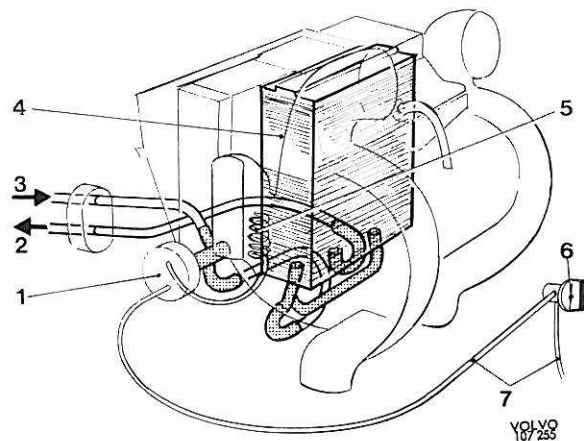

Figure 7. Circulation d'eau dans système combiné
L'emplacement du groupe cellulaire et de la valve de contrôle de température dans l'unité centrale et l'installation des durites d'eau sont indiqués sur la figure 7. La valve de contrôle de température (1) a la même fonction que dans le système de chauffage-climatisation d'ancien modèle et sa commande se fait avec un bouton (6) et un câble. Sur les premières voitures à système de chauffage-climatisation combiné, cette valve est commandée par dépression.